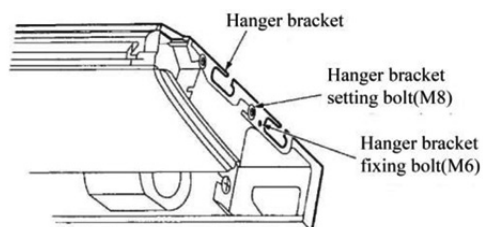

Fig. 5
* Allentare le due viti di fissaggio (M8) della staffa di sospensione su ogni lato per meno di 10 mm. Rimuovere le due viti di fissaggio (M6) della staffa di sospensione sul lato posteriore. Staccare la staffa di sospensione tirandola indietro (vedere Fig. 5).
f. Stringere a fondo le due viti di fissaggio della staffa di sospensione (M8) (vedere Fig. 5).
g. Stringere a fondo le due viti di fissaggio della staffa di sospensione (M6) per evitare spostamenti dell'unità interna (vedere Fig. 5).